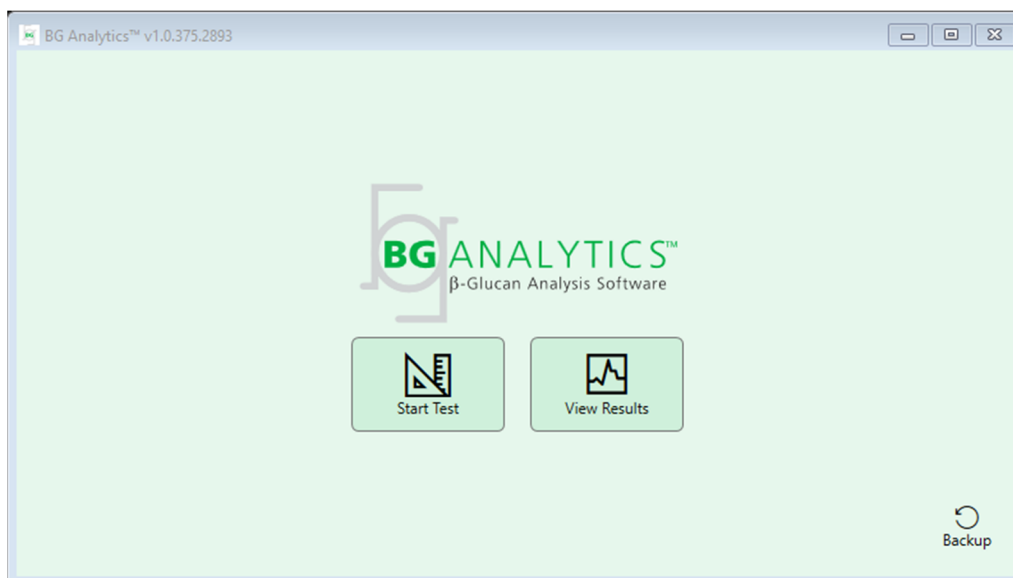

Figure 4. Écran d'accueil de BG Analytics®
4. L'écran d'**Accueil** apparaît comme illustré à la figure 4.